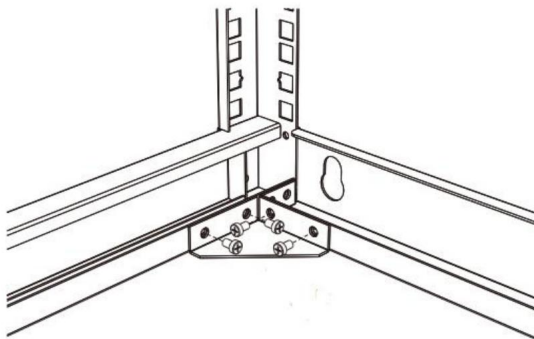

Figure 2
2. Placez les pièces d'angle (4) sur le coin du cadre avant (1), du cadre arrière (2) et de la poutre de profondeur (3). Il y a 8 emplacements qui doivent être installés. Fixez avec 4 vis autotaraudeuses M5 * 10 (8) sur chaque pièce d'angle (4). (Figure 2).